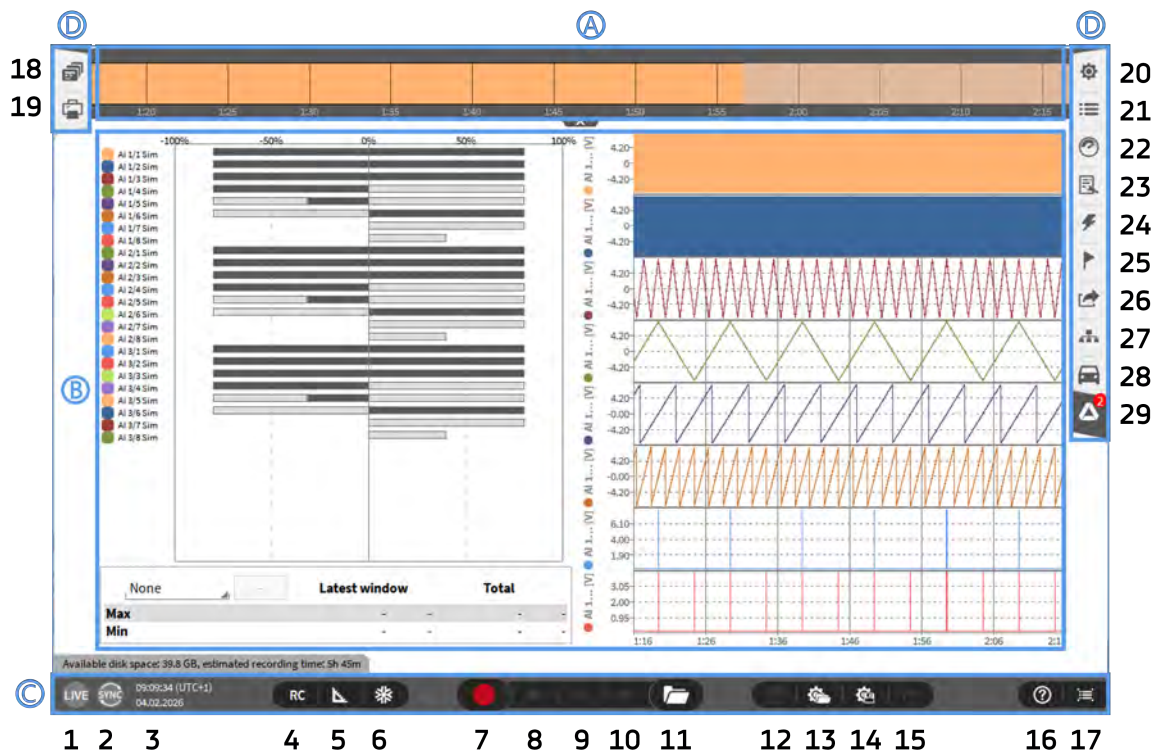

Fig. 3.5: 软件概览
量程占比指示表 (见量程饱和度) 和分组记录仪 (见波形记录仪) 将显示前面的 8 个通道, 这是 OXYGEN 启动后的默认测试界面 (见 Fig. 3.5).
显示目前软件的工作模式. OXYGEN 软件有三种不同的工作状态: 实时显示, 记录和回放. 软件实时状态会实时显示在状态栏中 (参考 ① in Fig. 3.5). 下边介绍了不同模式的属性: